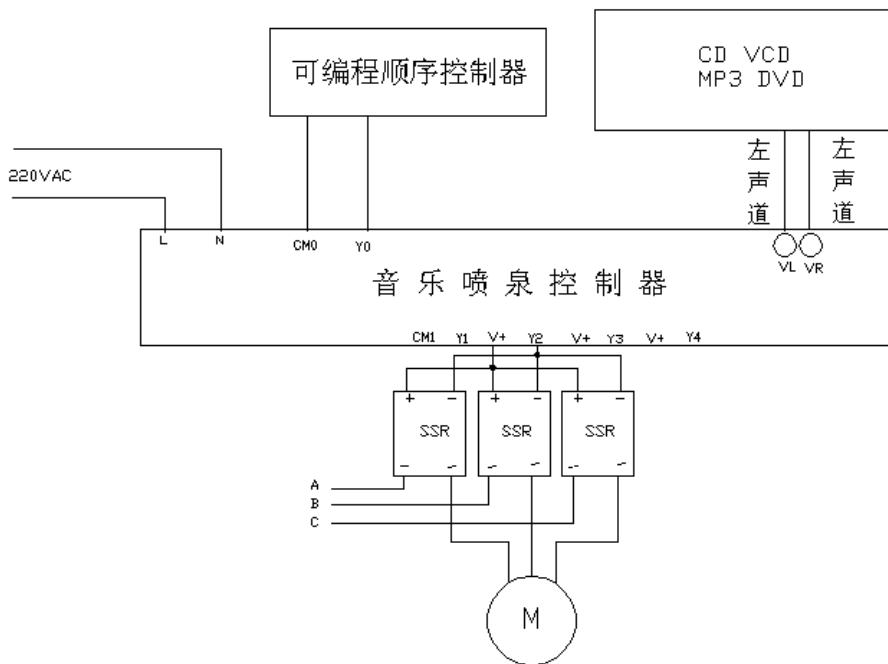

图 5-1 音控喷泉固态驱动接线图
3. Y2, Y3, Y4, 分别接固态继电器的 (-), V+接 (+) (如图 5-1)